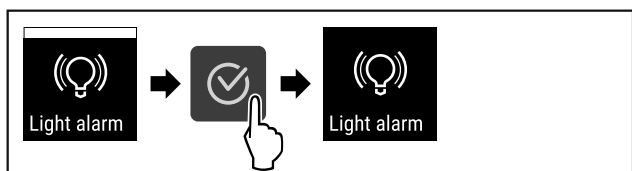

Fig. 120
- ▶ Suorita toimenpidevaiheet (katso Fig. 120) .